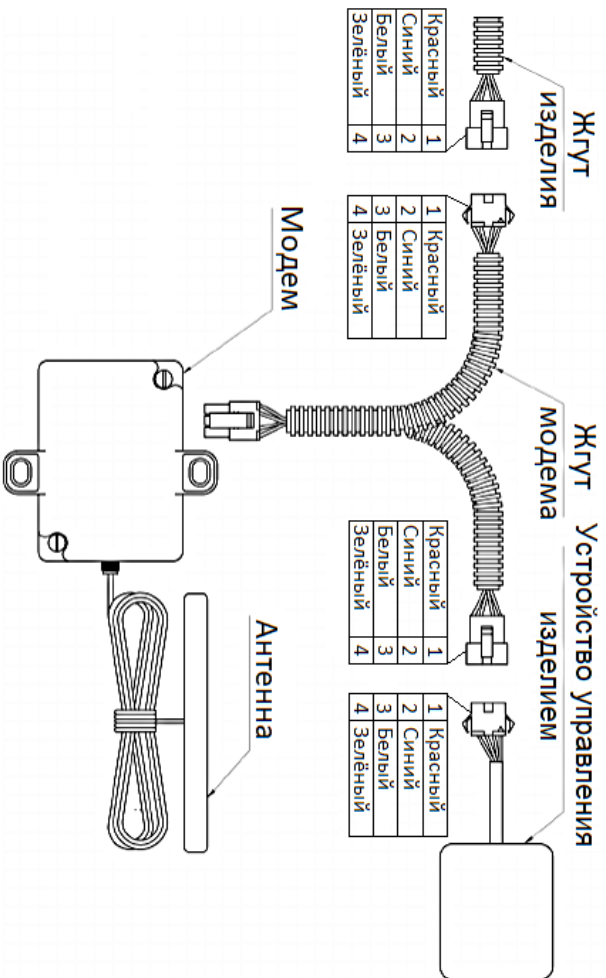

Рис. 1 Схема подключения модема АУТОТЕРМ-ЕСО 2G
8. Подсоедините жгут модема к жгуту подогревателя (Рис.1).